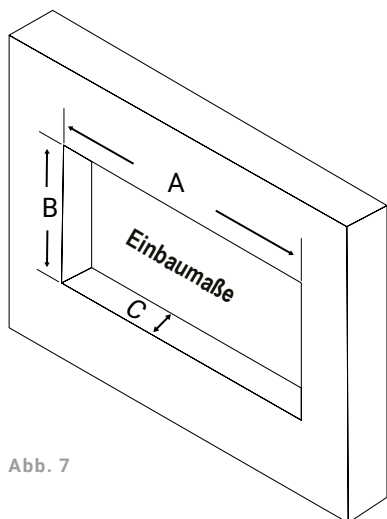

Abb. 7
1. Wählen Sie einen Ort, der nicht anfällig für Feuchtigkeit ist und den die vorgeschriebenen Mindestabständen entspricht. Stellen Sie sicher, dass die Öffnung groß genug für das Einbaumaß ist (siehe Abbildung 7).